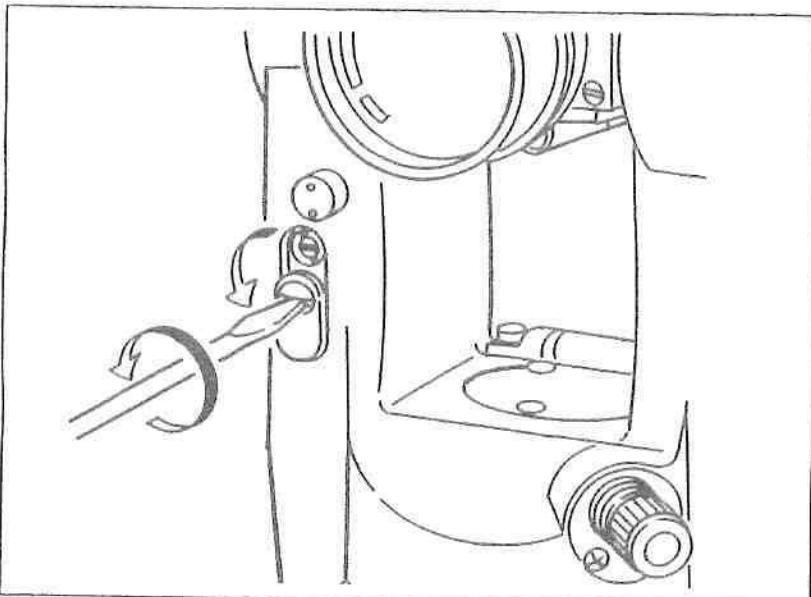

図28
- ①零点調整ねじ用カバーの止めねじを緩めて、カバーを下に開きます。(図28)
- ② $\varepsilon = \frac{1}{2}(r + \ell - 360^\circ)$ を算出します。